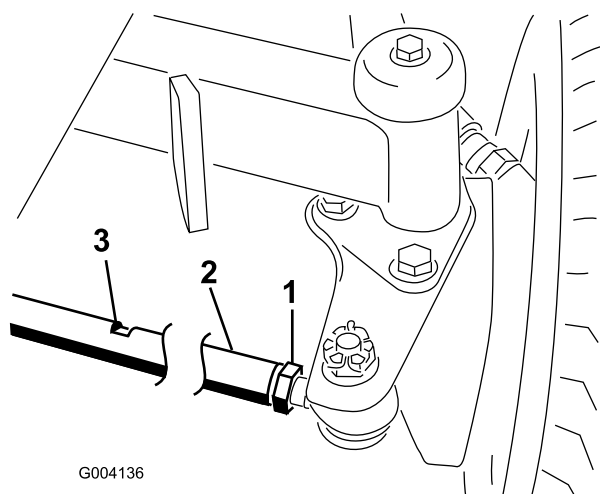

Bild 59
2. Lösen Sie die Klemmmutter an jedem Ende der Zugstange (Bild 59).